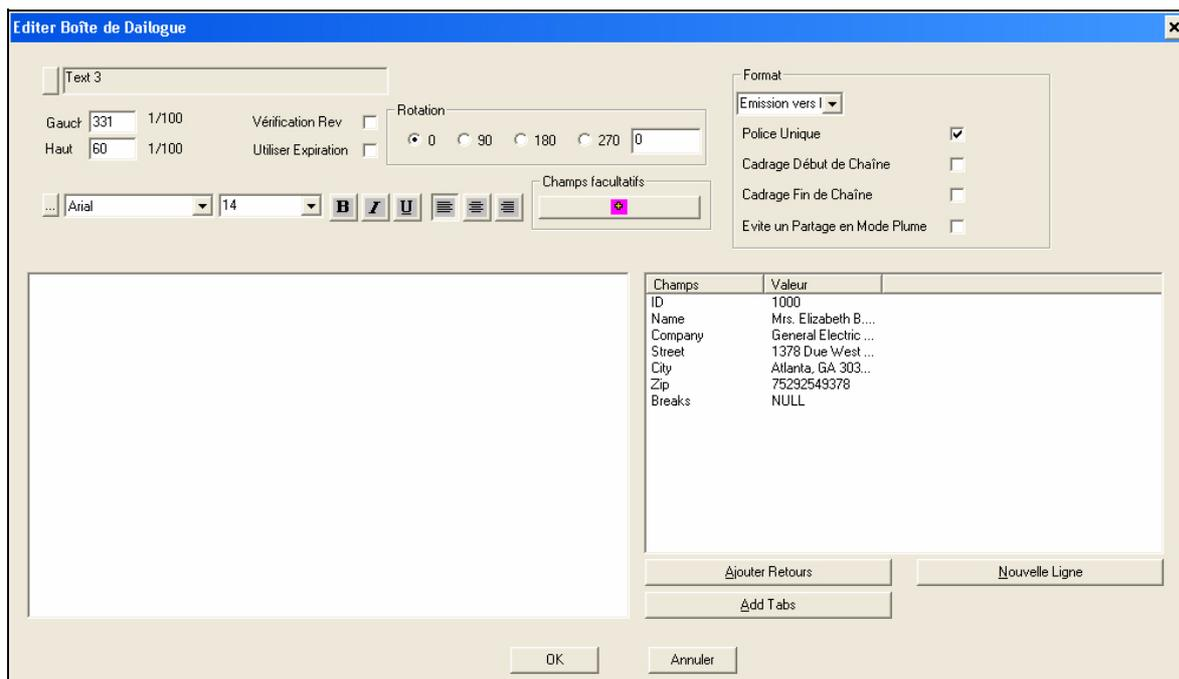

Figure 4-14: Edition Zone de Texte
- 3 Cliquer sur la cible, la faire glisser vers la droite et créer la zone de texte. L'écran d' Edition de la Zone de Texte apparaît (voir Figure 4-14).